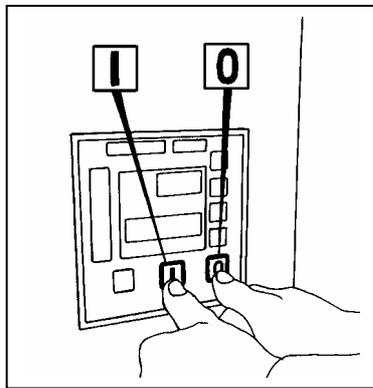

FIG. 17a
- Mettre en marche le compresseur agissant en séquence sur le bouton **I** Fig. 17A et immédiatement après environ 5 secondes le bouton **O** Fig. 17A pour arrêter la machine.